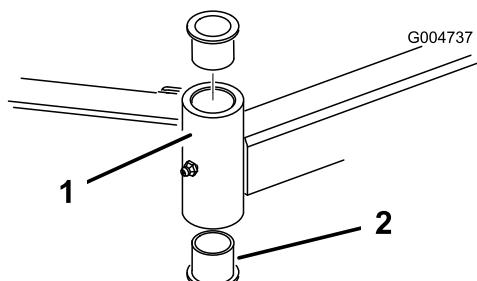

Figura 29
- Introduza um punção para cavidas na zona superior ou inferior do tubo de montagem e retire o casquillo para fora do tubo (Figura 29). Retire igualmente o outro casquillo do tubo. Limpe o interior dos tubos para remover a sujidade.